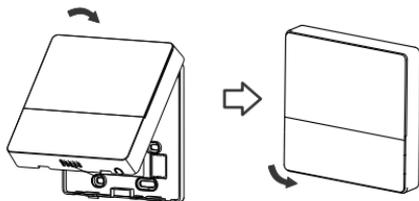

Fig. 3-13
- Después de ajustar y fijar la tapa superior, evite sujetar con una abrazadera el cableado durante la instalación. (Fig. 3-13)